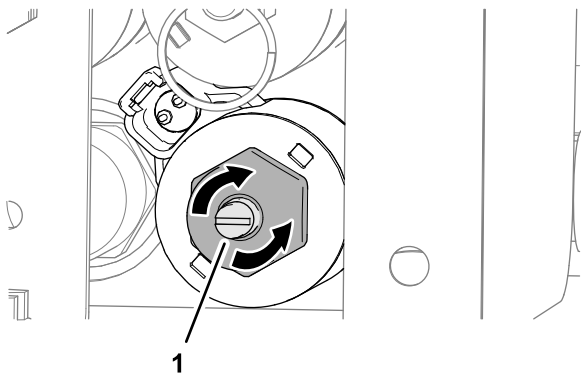

Bild 32
1. Drehen Sie die Sechskantschraube für die Ventilüberschreibung im Uhrzeigersinn, um die Fahrgeschwindigkeit zu erhöhen (Bild 32).